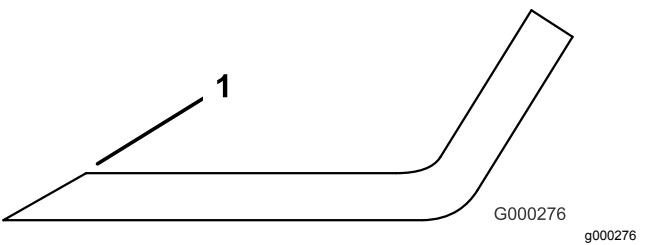

Bild 119
3. Prüfen Sie die Schnittkanten aller Messer und schärfen die Kanten, wenn sie stumpf sind oder Kerben haben (Bild 119).
Hinweis: Schärfen Sie nur die Oberseite der Schnittkante und behalten Sie den ursprünglichen Schnittwinkel bei, um die Schärfe des Messers zu gewährleisten (Bild 119). Das Messer bleibt ausgewuchtet, wenn Sie die gleiche Menge Metall von beiden Schnittkanten entfernen.